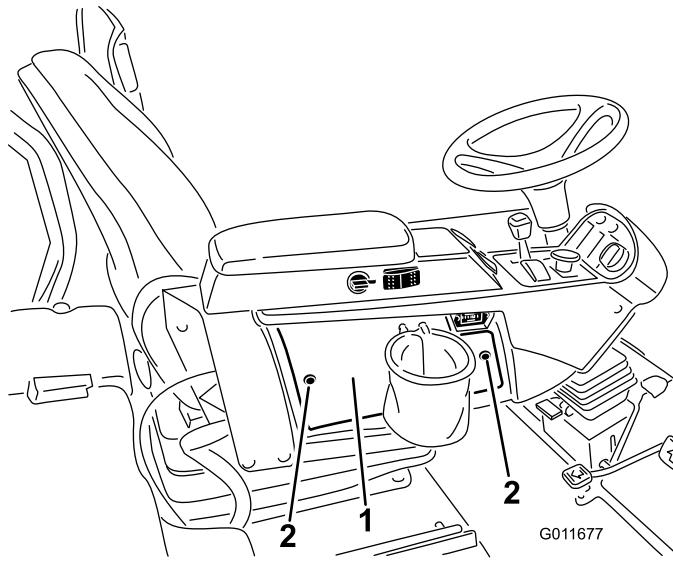

Figura 13
2. Retire os dois parafusos e espaçadores que prendem a tampa do lado do conjunto do braço (Figura 13). Isto vai expor a cablagem no interior do conjunto do braço.